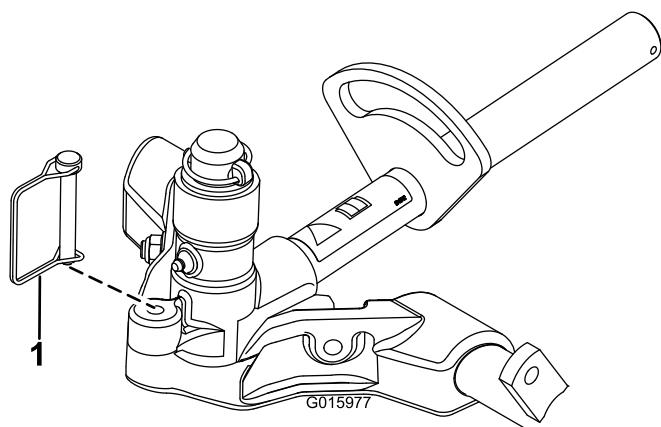

Figure 12
11. Pour verrouiller (fixer) la direction sur les tabliers de coupe, fixez la chape de pivot au bâti porteur avec la goupille élastique (Figure 12).